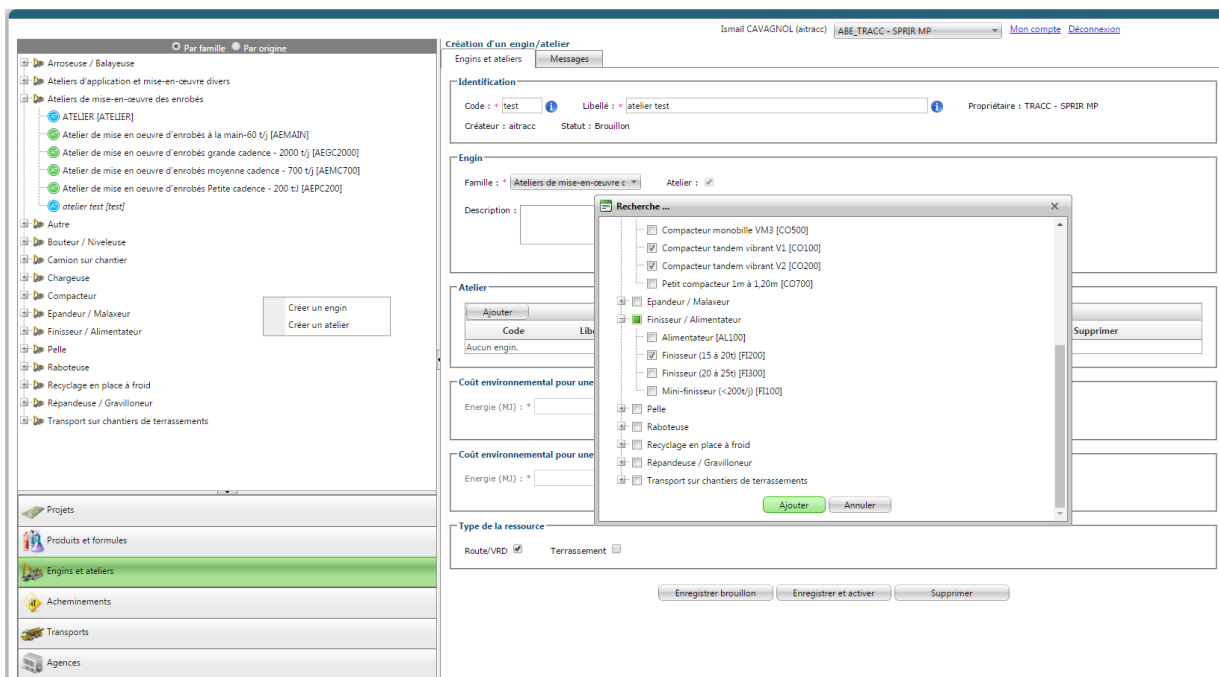

Figure 72 – Renseignement des engins dans l’atelier
- 5- Cliquer sur « Ajouter » dans l'encadré « Atelier » pour ajouter des engins dans l'atelier (Figure 72).